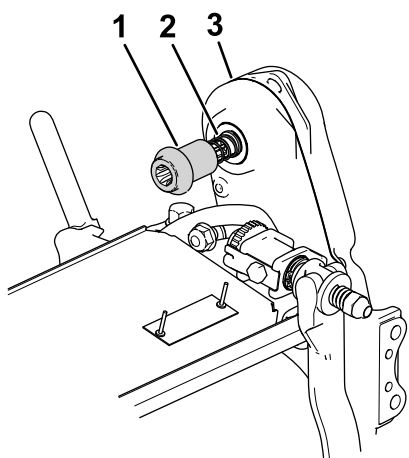

Figura 7
4. Montați elementul de cuplaj i arc la ansamblul de acionare a cilindrului al unității de tăiere (Figura 7).
5. Asigurați-vă că elementul de cuplaj (Figura 7) se poate mișca ușor înainte i înapoi pe arborele de transmisie.